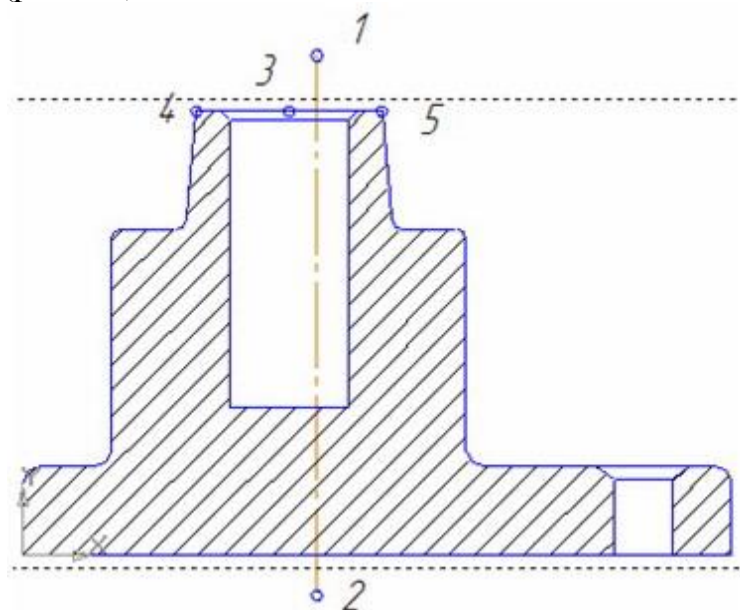

Рис. 52. Построение осевой линии
3. Построить отрезок 1-2, произвольно указав точки. Это заготовка осевой линии (рис. 52).